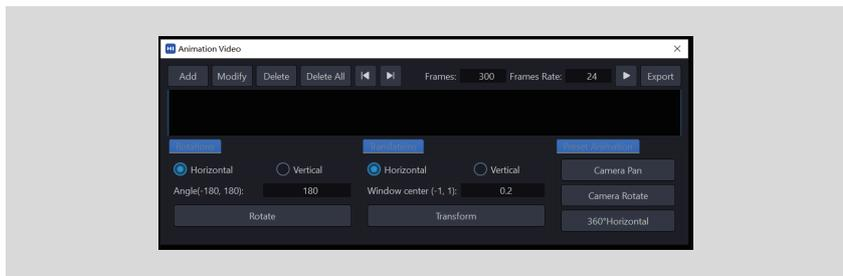

图4.13-2
- 2 Animation Video操作框可添加和删除关键帧 (如图4.13-2所示),可预览显示过渡帧动画,支持最长1000帧动画,可以导出为AVI、MP4和Tiff格式。底部Rotation和Translations可以根据用户设置实现三维视图窗口的定量旋转和平移等操作。